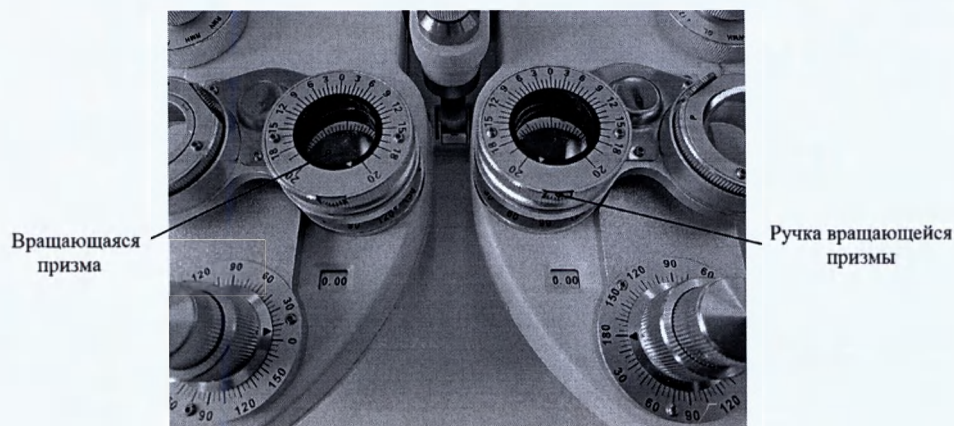

Рисунок 13
6.7.2 Установите вращающиеся призмы (12) на правой и левой главной апертуре (31).
Примечание — Ручки вращающихся призм (20) должны быть зафиксированы до щелчка с каждой стороны пациента. После этого установите призму $2\Delta DBU$ слева, а призму $2\Delta DBU$ справа (рисунок 13). Зрительная ось левого глаза переместится вниз, и будет разделена на две части.